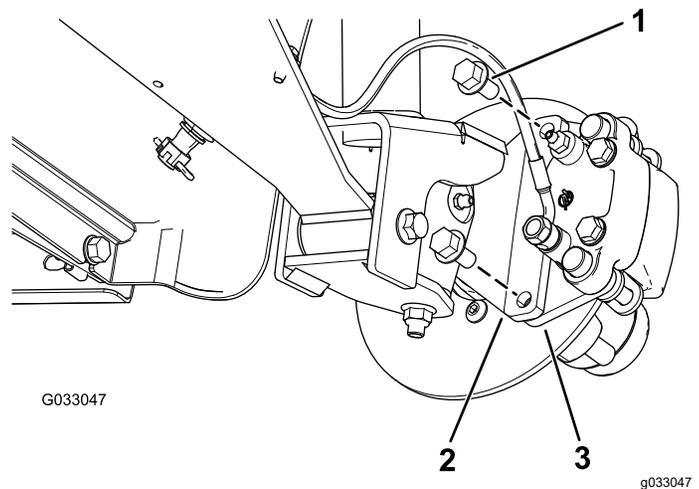
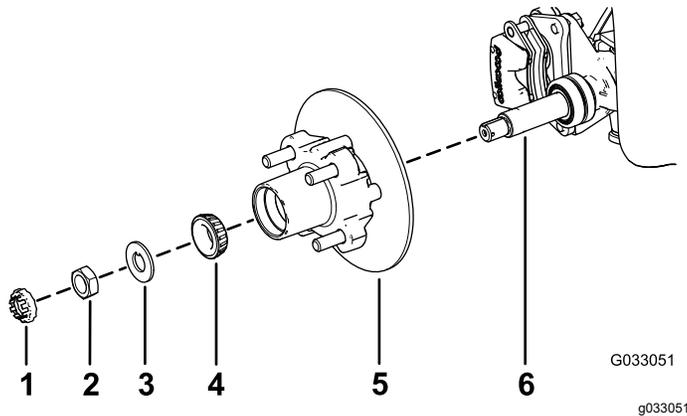

Figure 25
Figure 29
3. Retirez les boulons à embase ( $\frac{3}{8}$ " x  $\frac{3}{4}$ ") qui fixent le support du frein à la fusée et séparez le frein de la fusée (Figure 25).
1. Appliquez une fine couche de la graisse spécifiée sur la fusée (Figure 29).
2. Montez le moyeu et le rotor sur la fusée en plaçant le rotor à l'intérieur (Figure 29).
3. Montez le roulement extérieur sur la fusée et poussez le roulement contre la bague (Figure 29).
4. Montez la rondelle-frein à languette sur la fusée (Figure 29).
5. Vissez l'écrou de fusée sur la fusée et serrez l'écrou à 15 N·m tout en tournant le moyeu pour bien asseoir le roulement (Figure 29).
2. Alignez les plaquettes de frein de chaque côté du rotor (Figure 25) et alignez également les trous dans le support d'étrier et ceux de la fixation du frein sur le porte-fusée (Figure 29).
3. Fixez le support d'étrier au porte-fusée (Figure 25) à l'aide de 2 boulons à embase ( $\frac{3}{8}$ " x  $\frac{3}{4}$ ""). Serrez les 2 boulons à embase à un couple de 47 à 54 N·m.